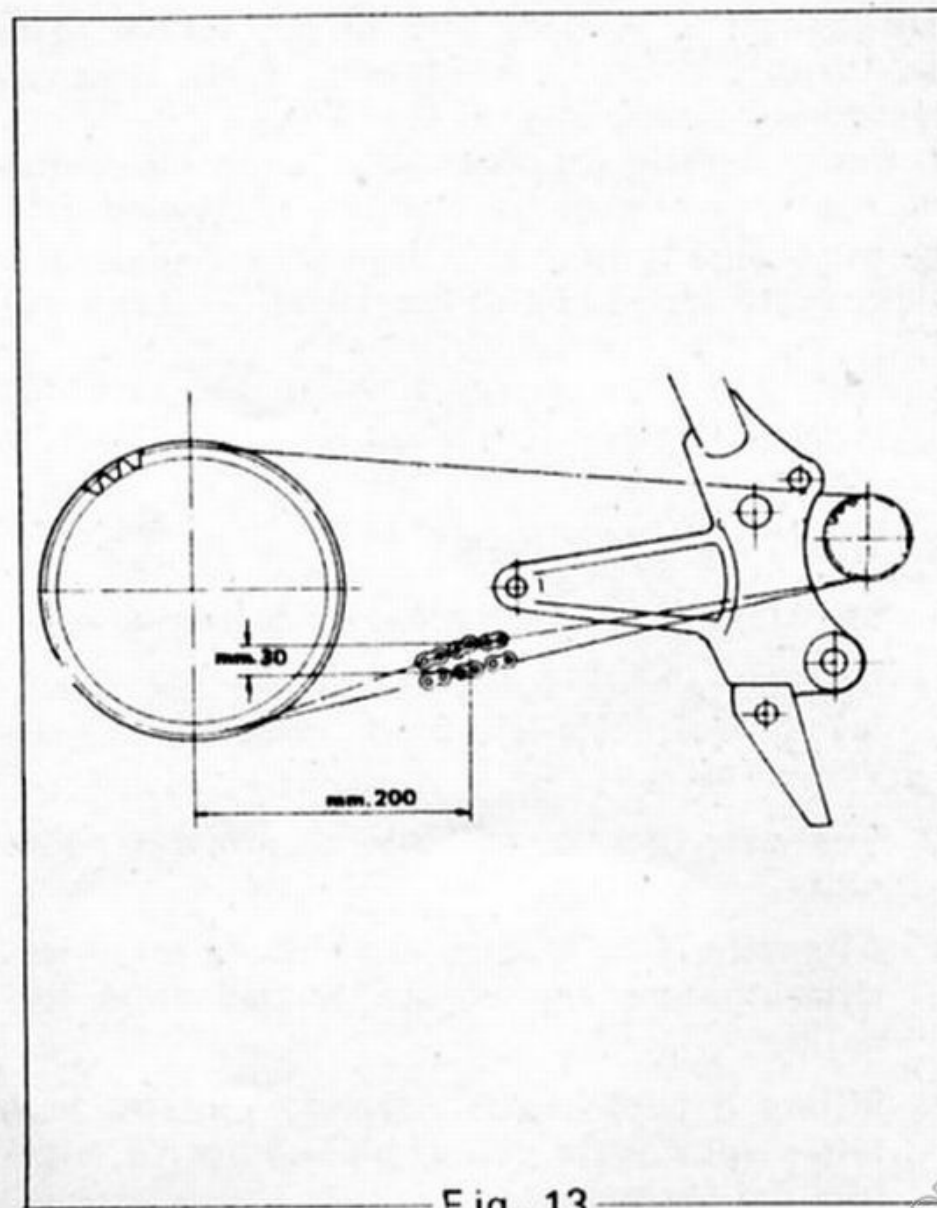

Fig. 13
- d) Agire sugli eccentrici di registro in modo uniforme onde ottenere nella parte inferiore della catena, alla distanza di mm. 200 dall'asse della ruota, uno spostamento verticale di mm. 30 (vedi fig. 13).
- d) Agir uniformement sur les cames de registre pour obtenir dans la partie inferieure de la chaîne, a 200 mm. de l'axe de la roue, le jeu vertical de mm. 30 (voir fig. 13).
- d) Operate uniformly on the chain tensioners in order to obtain, at the distance of 7,87" from the wheel axis a vertical slack of 1,18" (see fig. 13).